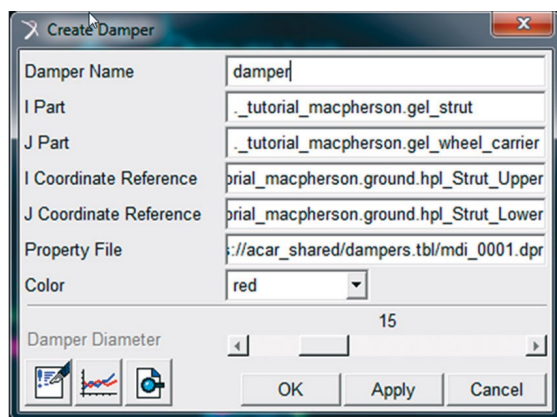

Figura 4.69 – Definição do amortecedor da suspensão.
- O preenchimento dos campos da janela *Create Damper* é muito semelhante ao da Etapa 13, conforme mostrado na Figura 4.69. O amortecedor também é definido entre os corpos rígidos *strut* e *wheel_carrier* e sua curva característica pode ser inserida do próprio software ou editada manualmente pelo usuário e utilizada no modelo. Como se pode observar na Figura 4.69, no campo *Property File*, as propriedades do amortecedor são definidas no arquivo especificado na biblioteca do software.